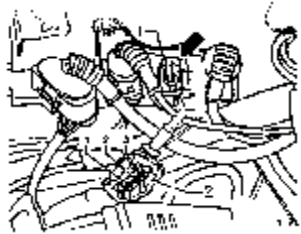

图 3-23 拔下发动机转速传感器的三针插头
(1) 将到发动机转速传感器的三针插头拔下，如图 3-23 箭头所示。